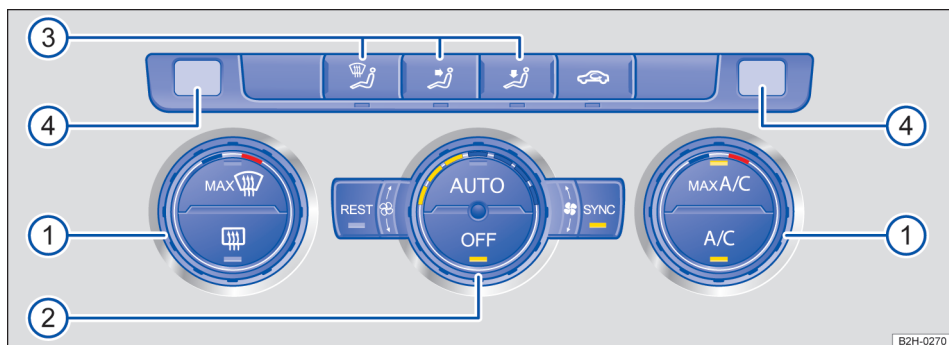

Fig. 90 No painel de instrumentos: elementos de comando do Climatronic.
- **OU:** girar o regulador → Fig. 90  para a esquerda até o batente.
Climatronic: com os reguladores externos → Fig. 90 , ajustar as temperaturas para o lado do condutor e do passageiro dianteiro. Os displays acima dos reguladores externos indicam as temperaturas ajustadas.
Com o regulador direito   ou com o botão  → Fig. 90, é possível descongelar o para-brisa rapidamente e eliminar o embaçamento (função de desembaçamento):